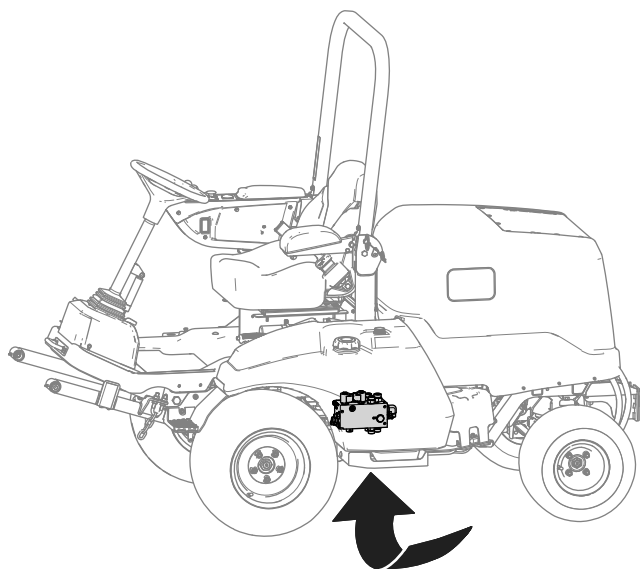

Bild 21
3. Suchen Sie den Hubverteiler unter der Maschine (Bild 21).